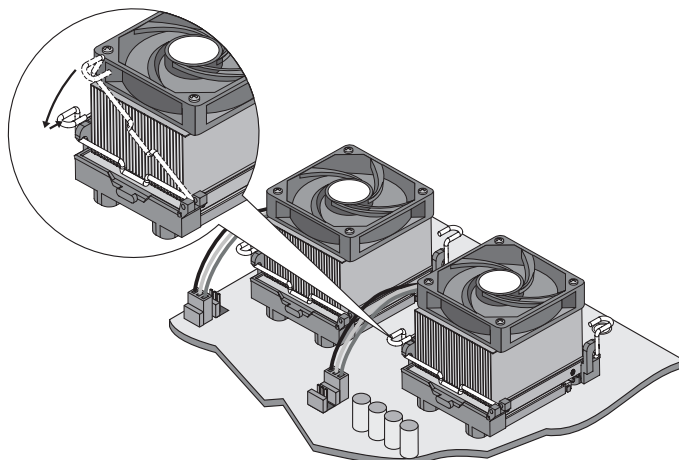

Figura 2-19. Bloccaggio del dissipatore di calore
6. Chiudere la leva di blocco su ciascuna staffa per bloccare il dissipatore di calore. Per chiudere la leva di blocco, premerla e posizionare correttamente la maniglia sotto il gancio sulla staffa. Fare riferimento alla figura 2-19.
7. Collegare il connettore della ventola di raffreddamento del dissipatore al secondo connettore della ventola (ventola CPU 2) sulla scheda di sistema. Fare riferimento alla figura 2-19.